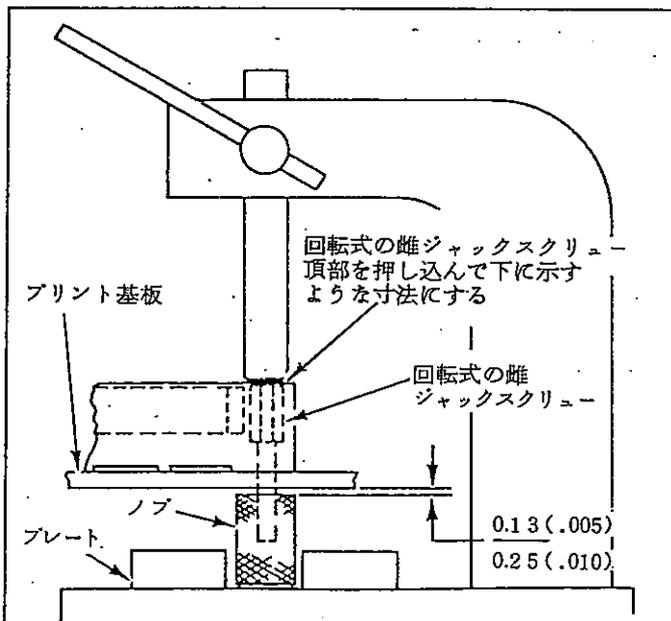

Fig. 4
- 次に Fig. 4 に示すように、雌ジャックスクリー突起軸部にノブをつけます。ジャックスクリー組立てに際してノブを位置決めするには直径 6.73mm (.265 in) の穴があいた板を使用すると便利です。アンカー工具を使用してジャックスクリーをノブ内に収めます